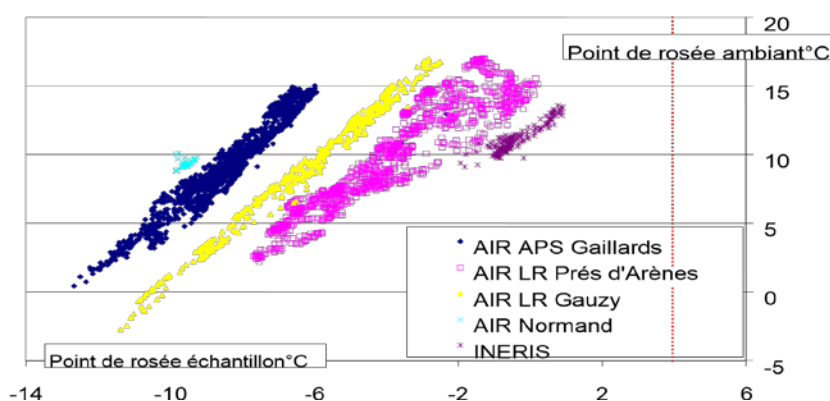

Figure 2 : Exemples de relation sur plusieurs FDMS entre les points de rosée en entrée et sortie de membrane
- Différence entre points de rosée échantillon et ambiant trop faible (voir Figure 2). Une différence de 10°C entre les 2, hors période de grand froid, est habituelle.